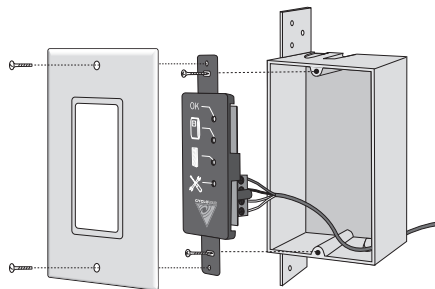

figura 14
5. Atornille el módulo de información a la caja de montaje con los dos tornillos que le proporcionamos (**figura 14**).